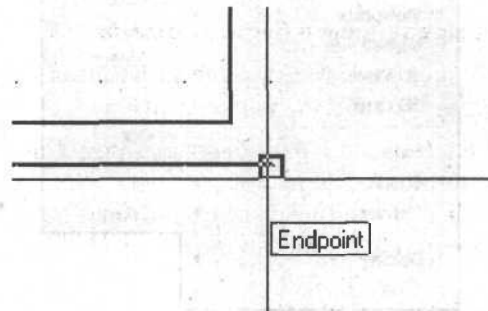

Рис. 5.5. Пиктограмма привязки к конечной точке
4. Подведите указатель курсора к концу нижнего горизонтального отрезка в точке А и после появления пиктограммы в виде прямоугольника (рис. 5.5) щелкните левой кнопкой мыши. Появится "резиновая нить", которая показывает, что произошла привязка к точке А, а в командной строке будет выведен запрос на ввод следующей точки.